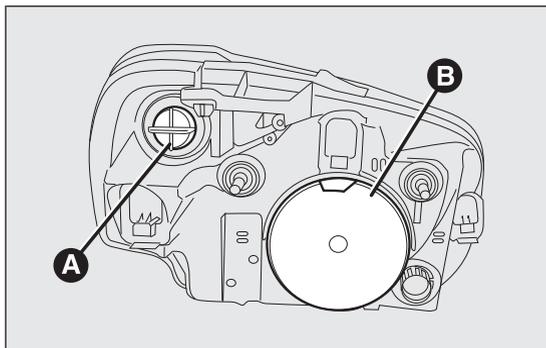
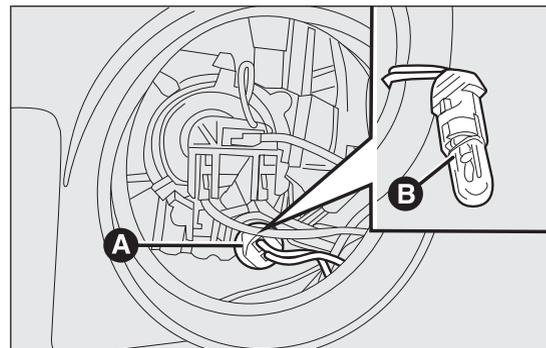

fig. 141
fig. 142
I gruppi ottici anteriori fig. 141 contengono le lampade delle luci di posizione, anabbaglianti, abbaglianti e direzione.
- rimuovere il coperchio di protezione A fig. 141;
- rimontare la nuova lampada, inserire nuovamente il portalampada A fig. 142 quindi rimontare correttamente il coperchio di protezione A fig. 141.
- riagganciare la molletta fermalampada e rimontare correttamente il coperchio di protezione A fig. 141.
- ruotare in senso antiorario il coperchio di protezione B fig. 141;